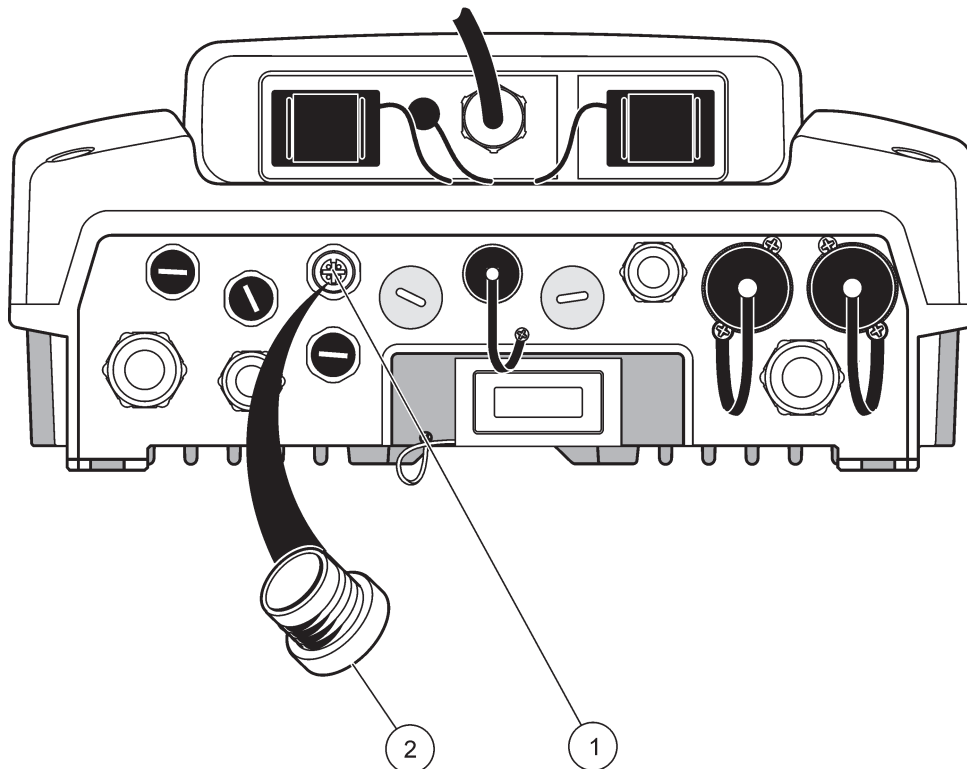

Рисунок 33 Снятие защитной крышки
1. Открутите винты защитной крышки на гнезде контроллера (Рисунок 33). Сохраните защитную крышку. После отключения датчика установите защитную крышку на место.